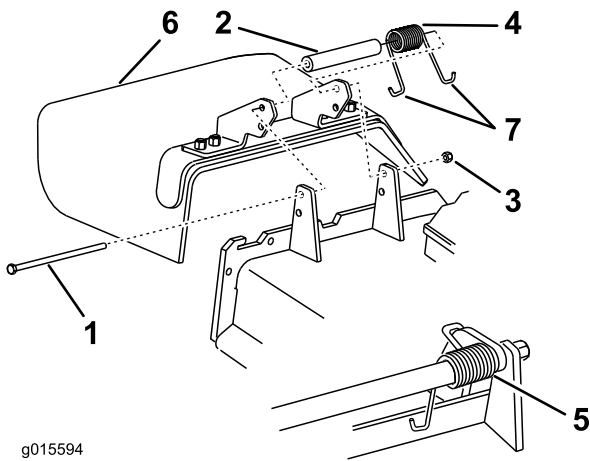

Figure 98
1. Retirez le contre-écrou, le boulon, le ressort et l'entretoise qui fixent le déflecteur aux supports de pivot (Figure 98). Enlevez le déflecteur s'il est endommagé ou usé.
**Remarque:** Prenez soin de placer une extrémité en **J** du ressort derrière le bord du tablier avant de mettre le boulon en place, comme illustré à la Figure 98.
3. Remettez le boulon et l'écrou. Accrochez l'extrémité en **J** du ressort au déflecteur d'herbe (Figure 98).